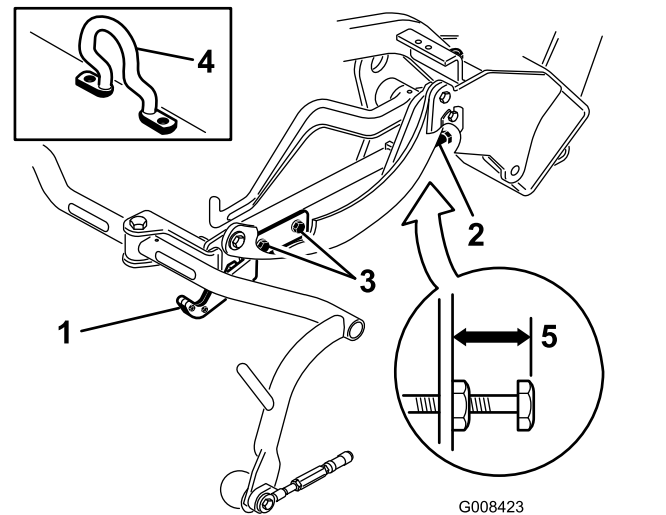
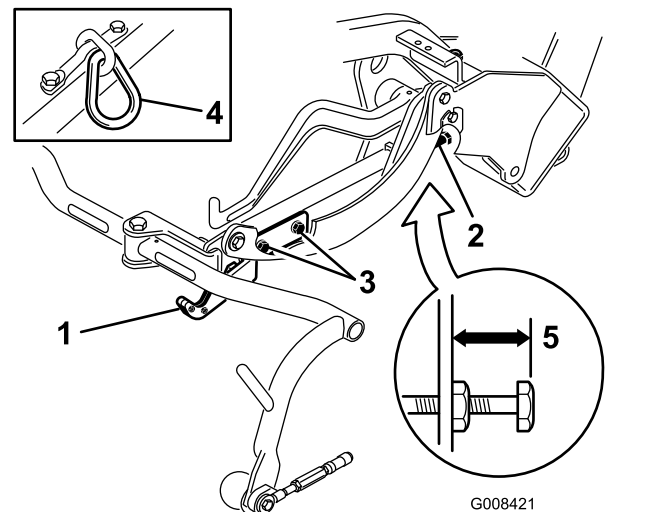
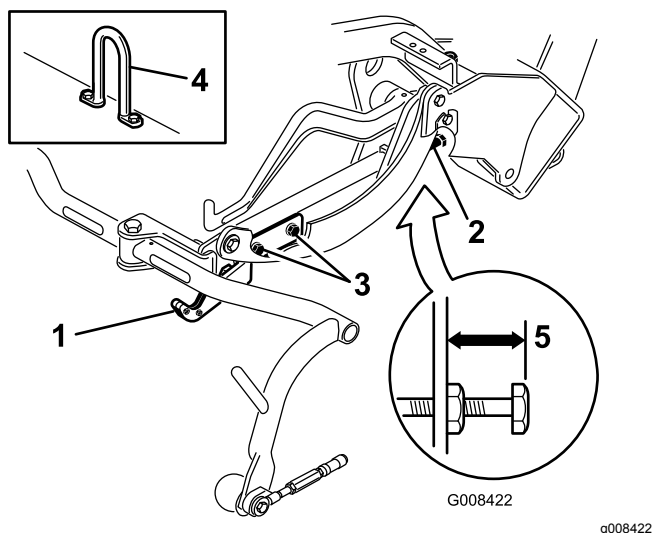

Figura 12
Figura 13
Figura 14
3. Sugli apparati di taglio dotati di un gancio di sollevamento sfalsato (riquadri Figura 13 e Figura 14), verificate che la distanza dalla parte superiore della vite di regolazione del telaio portante alla parte posteriore del telaio portante sia pari a 22 mm. Se la distanza non è di 22 mm, passate al punto 4. Se l'elemento di taglio è dotato di gancio di sollevamento sfalsato (Figura 12), passate al prossimo punto.
Controllate l'altezza di trasferimento (Figura 13 e Figura 14) e regolatela se necessario.
2. Sugli apparati di taglio dotati di un gancio di sollevamento sfalsato (riquadro Figura 12), verificate che la distanza dalla parte superiore della vite di regolazione del telaio portante alla parte posteriore del telaio portante sia pari a 25 mm. Se la distanza non è di 25 mm, passate al punto 4.
4. Allentate le viti di montaggio della piastra di trasferimento (Figura 13, Figura 14 e Figura 12).
7. Se i telai portanti non si trovano alla stessa altezza, allentate il controdado della vite di regolazione del telaio portante (Figura 12, Figura 13 e Figura 14). Ruotate la vite, svitandola per sollevare il telaio e avvitandola per abbassarlo. Serrate il controdado una volta raggiunta l'altezza corretta.